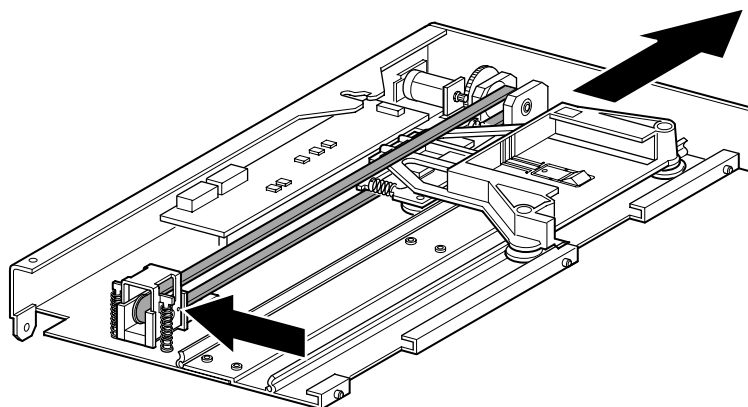

図2-14: メディア エレベータ搬送器の位置
2. メディア エレベータ搬送器を、PTMベース ユニットの上部にスライドさせます(図2-14を参照)。PTMベース ユニットの上部にはドライブ モーターがあることに注意してください。
3. 大型のペーパークリップをアイドルプーリーベースの穴に通して、アイドルプーリーの張力が0になるようにセットします（図2-14を参照）。
4. メディアエレベータ搬送器を、ベルトブロックアクセスカットアウトの上に配置します(図2-14を参照)。